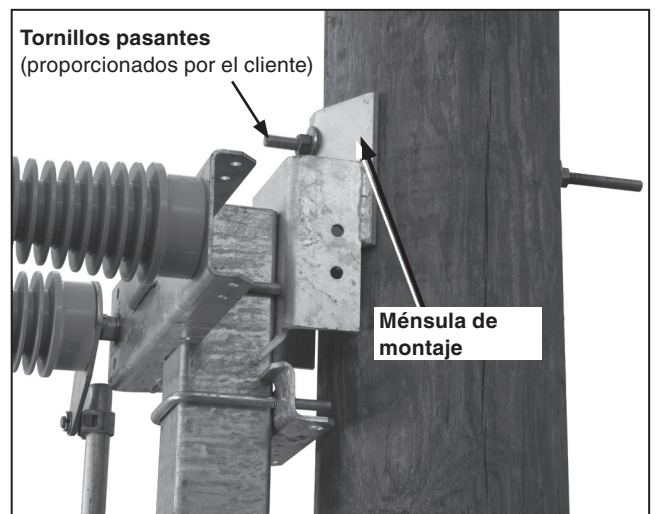

Figura 9. Detalle típico de sujeción.
- (f) Dirija el interruptor de tal manera que los tornillos pasantes que salen del poste resbalen dentro de los barrenos en la ménsula de montaje para poste del interruptor. (La ménsula de montaje en poste tiene un orificio de agarre y un orificio ranurado para que la instalación sea más fácil). Ver Figura 9.